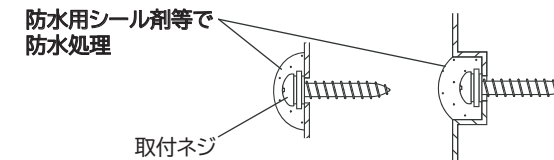

図8
- ・切り過ぎたり、穴が裂けてしまった場合は、防水機能が確保できなくなるため、慎重に作業をしてください。(図8)